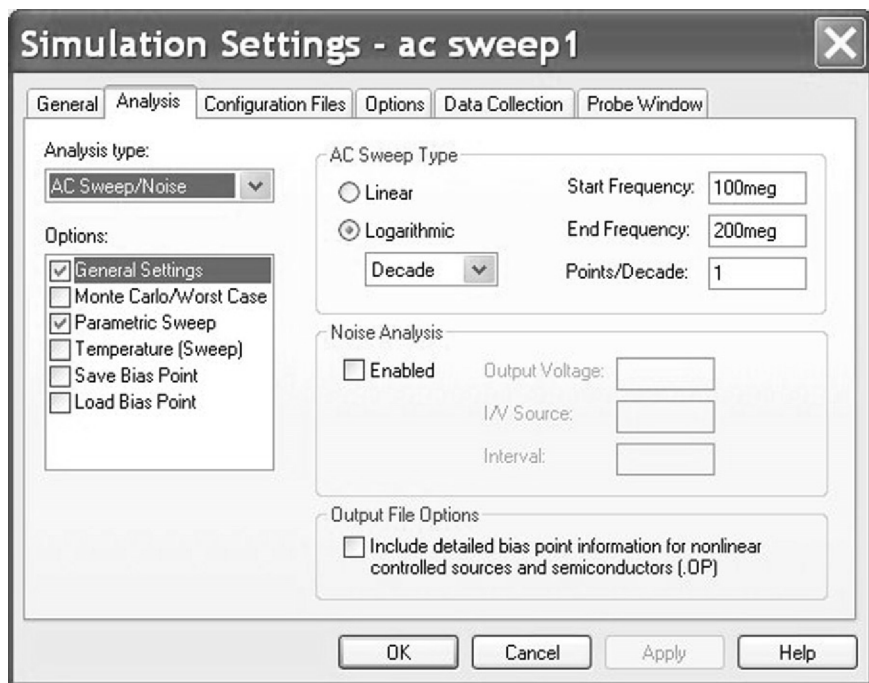

图 17.23 交流扫描设置
10. 下面对电路进行参数扫描和交流扫描分析设置。选择菜单 **PSpice > New Simulation Profile** 创建新的 PSpice 仿真设置文件。如图 17.23 所示,从分析类型中选择 **AC Sweep/Noise** 交流扫描分析,起始频率为 100megHz,结束频率为 200megHz,对数扫描方式,每 10 倍频的扫描点数为 1。单击 Apply 按钮对仿真设置进行确定,切记不要退出仿真设置窗口。